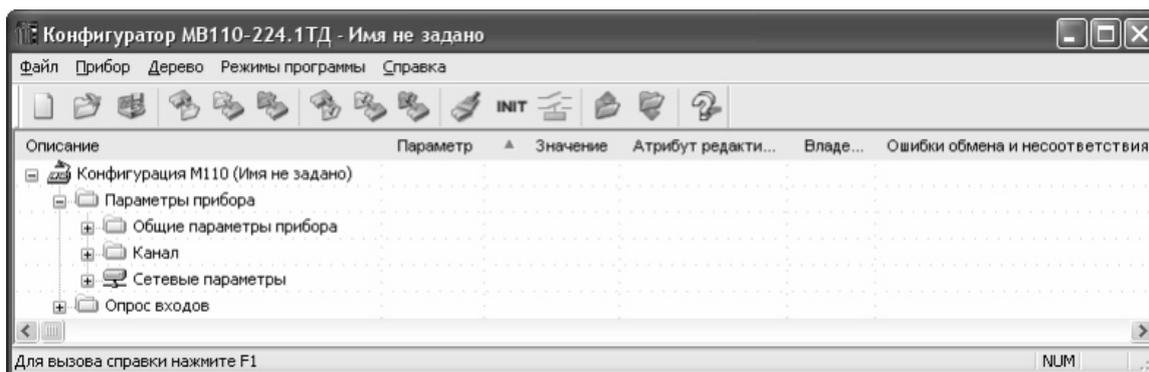

Рисунок 11 Главное окно «Конфигуратор M110»
5. Нажать кнопку «Установить связь». Начнется сканирование сети. Откроется главное окно программы (Рисунок 11).